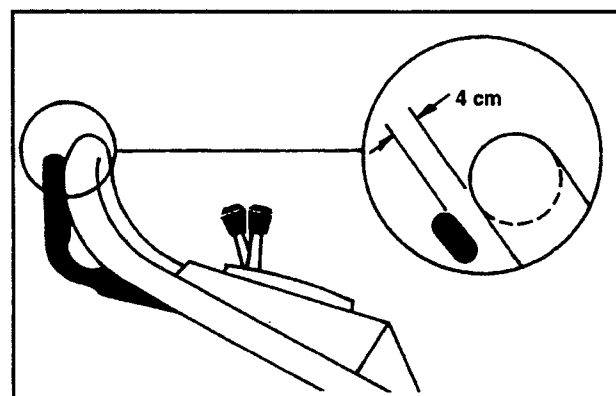

Figure 23
4. Levez la barre de commande jusqu'à ce qu'une résistance se fasse sentir. La barre de commande doit se trouver à 38 mm du guidon lorsque le réglage est correct (fig. 23).